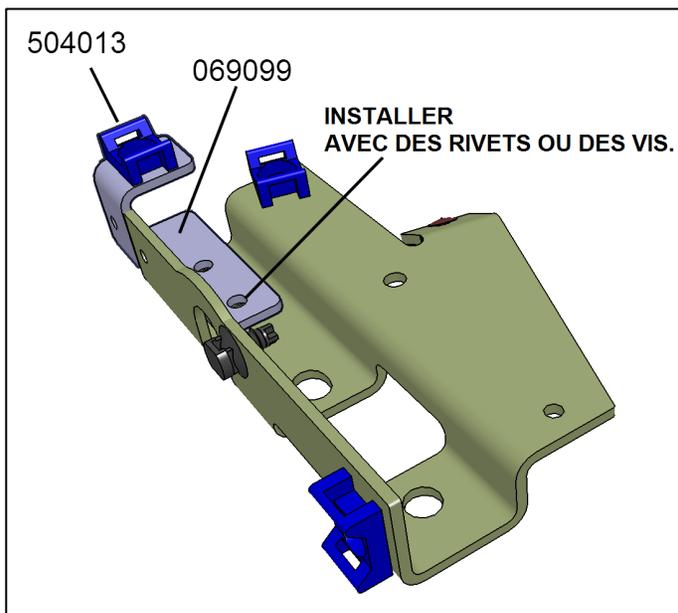

Figure 12
*Sauter cette étape si votre véhicule a déjà ce support sur le compresseur. (Fig 12)